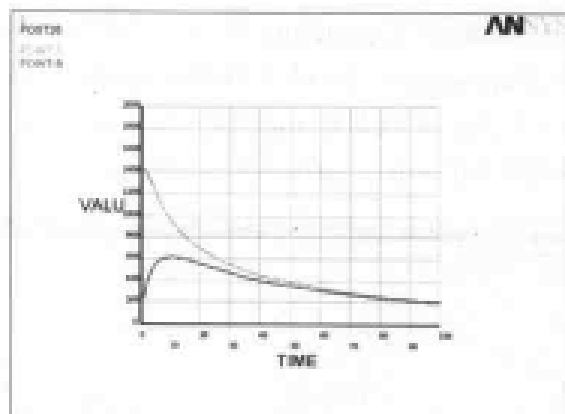

图 13-145 点 A、点 B 的温度随时间的变化曲线
(5) 单击 Add 按钮, 出现 Add Time-History Variable 对话框; 选中 Nodal DOF result 单选按钮, 单击 OK 按钮, 出现 Define Nodal Data 对话框, 在文本框中输入 42, 单击 OK 按钮, 出现 Define Nodal Data 参数设置框, 在 Name User-specified label 文本框中输入 Point-B, 其余选项采用默认设置, 单击 OK 按钮关闭该对话框。单击 Close 按钮关闭 Defined Time-History Variables 对话框。
(6) 选择 Main Menu | TimeHist Postpro | Graph Variables 命令, 出现 Graph Time-History Variables 对话框, 在 NVAR 1st variable to graph 文本框中输入 2, 在 NVAR2 2nd variable 文本框中输入 3, 单击 OK 按钮关闭该对话框。点 A、点 B 的温度随时间的变化曲线如图 13-145 所示。